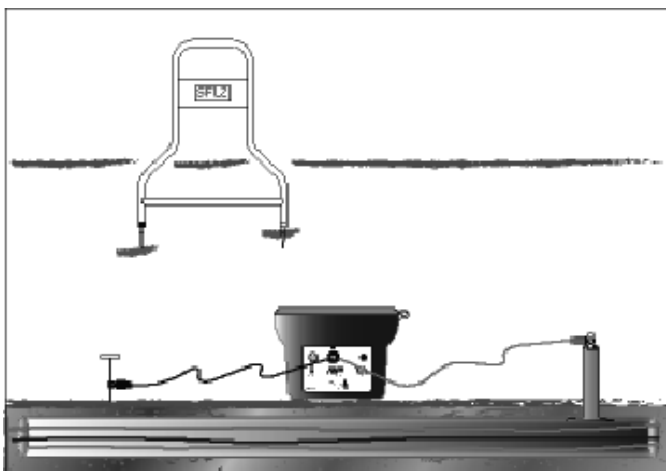

Figura 3-3. Posizionamento del ricevitore A-5000 per stabilire il sincronismo
1. Tenere il ricevitore in modo che la sonda con la fascia nera sia a circa due passi di distanza dal dispersore e la sonda con la fascia bianca sia allineata con il cavo guasto. Il ricevitore deve essere posizionato come illustrato nella Figura 3-3 affinché il sincronismo e lo strumento funzionino correttamente. Introdurre saldamente le sonde del telaio ad A nel terreno. Accendere il ricevitore. Attendere finché la freccia lampeggia.